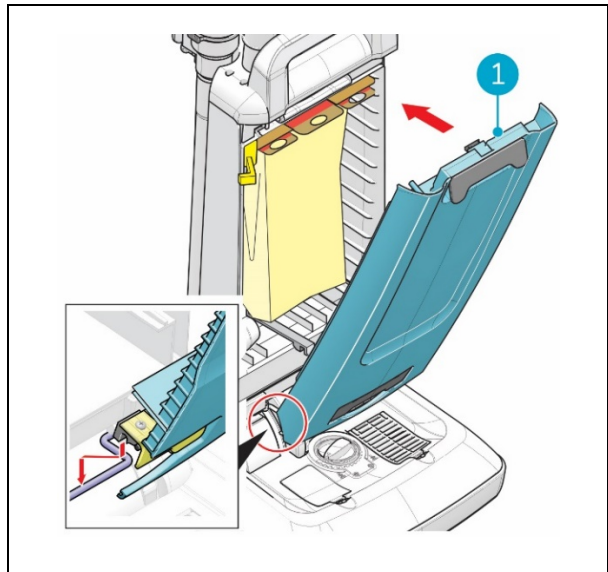

Figura 14
9. Volte a colocar a tampa frontal (Figura 14, posição 1) no lugar e feche-a. Quando ouvir um clique, significa que esta está bloqueada.